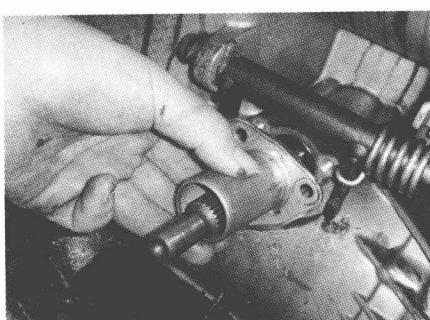

图 1-25 安装导向套
7) 在导向套上涂上密封胶，然后将其安装到变速器前面，旋紧螺栓，旋紧力矩为 15N·m，如图 1-25 所示。